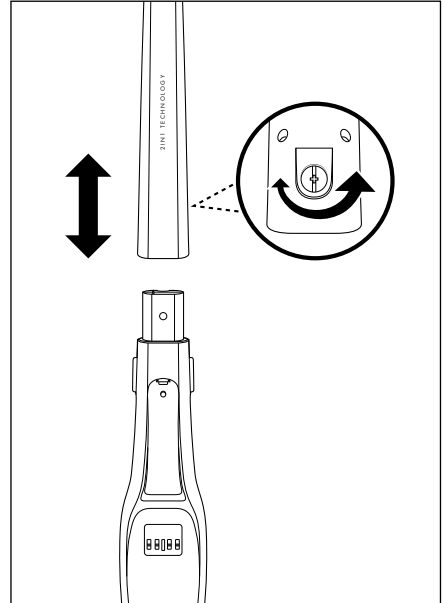

Fig. 1
- 1) Slăbiți șurubul ⑪ de pe spatele mânerului ⑩ rotind o șurubelniță în sens antiorar. Strângeți șurubul ⑪ din locașul situat pe mâner ⑩.
- 2) Introduceți mânerul ⑩ în suportul mânerului de pe aparat. Împingeți mânerul ⑩ complet în suport, până ce se fixează pe aparat. (fig. 1).
- 3) Introduceți șurubul ⑪ din nou în locașul situat pe spatele mânerului ⑩. Strângeți șurubul ⑪ rotind o șurubelniță în sens orar (fig. 1).